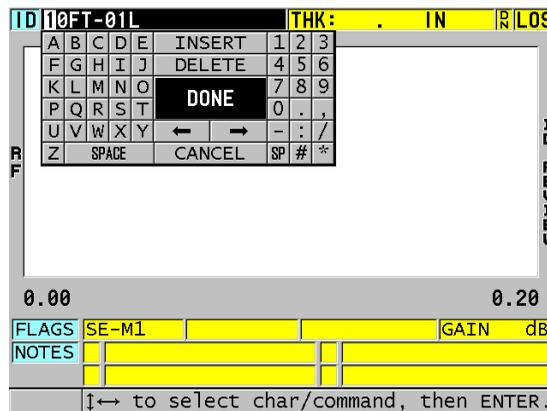

Abbildung 11-28 Bearbeiten einer ID-Nummer im Bearbeitungsmodus
4. Drücken Sie erneut die Taste **[ID#]** und ändern Sie die ID-Nummer (siehe Abbildung 11-28 auf Seite 225).